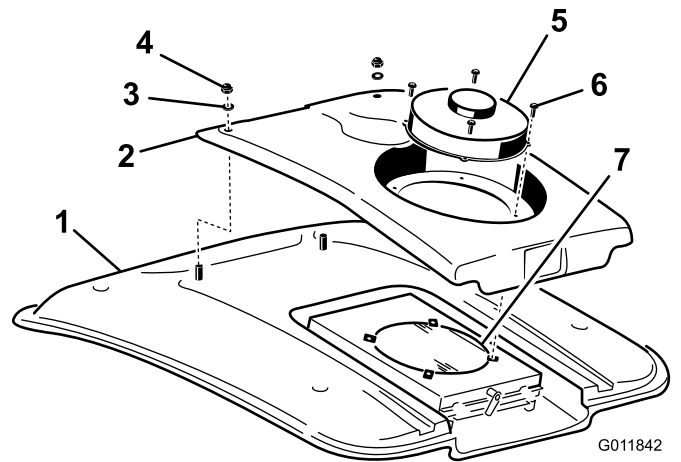

Figura 87
2. Retire os (4) parafusos que fixam a ventoinha e a cobertura do condensador à ventoinha (Figura 87).
4. Retire as duas porcas e anilhas que prendem a parte da frente da cobertura dos condensadores ao tecto da cabina (Figura 87).
8. Limpe cuidadosamente o condensador do ar condicionado com ar comprimido (Figura 87).